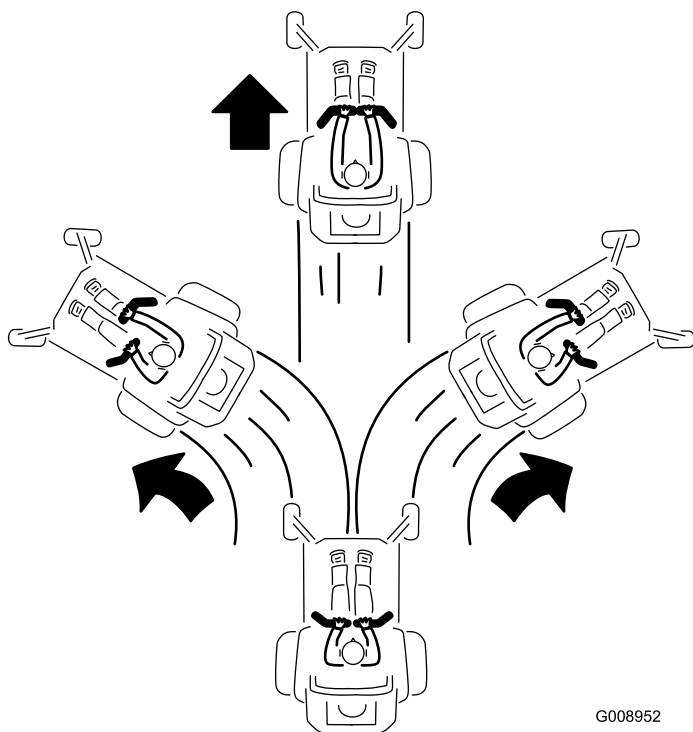

Figure 25
3. Pour vous déplacer en marche avant, poussez lentement les leviers de commande de déplacement vers l'avant (Figure 25).